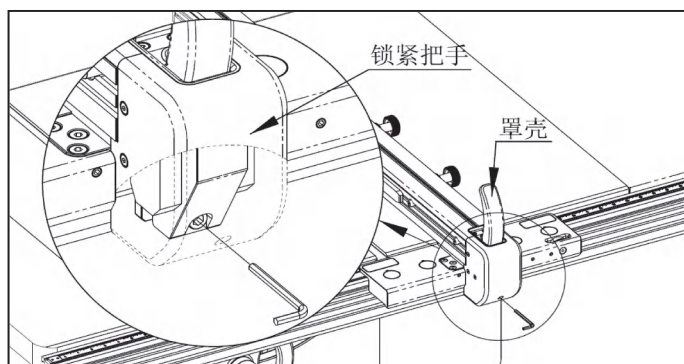

图 6-23
(5) 调节前端锁紧力：如图 6-23，拉起锁紧把手，使用 6mm 六角扳手调整罩壳内部的螺钉。先逆时针完全旋松螺钉，再顺时针旋转，直至遇见明显阻力时停止。然后反向（逆时针）旋转扳手约 60°，调节完毕。